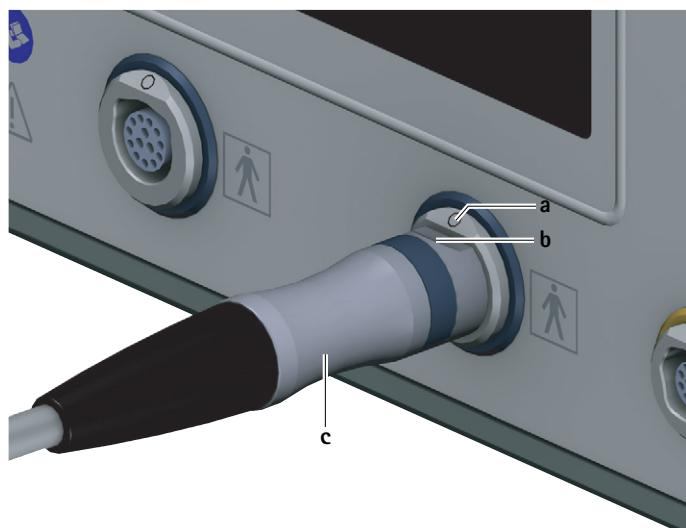

Abb. 3 Motorkabel anschließen
- ▶ Stecker für Steuereinheit **c** am Motorkabel so ausrichten, dass die Markierung **b** auf dem Stecker mit der Markierung **a** auf der Anschlussbuchse für Anwendungsteile **7** übereinstimmt, siehe Abb. 3.
- Motorkabel am Stecker für Steuereinheit **c** aus der Anschlussbuchse für Anwendungsteile **7** ziehen, siehe Abb. 3.